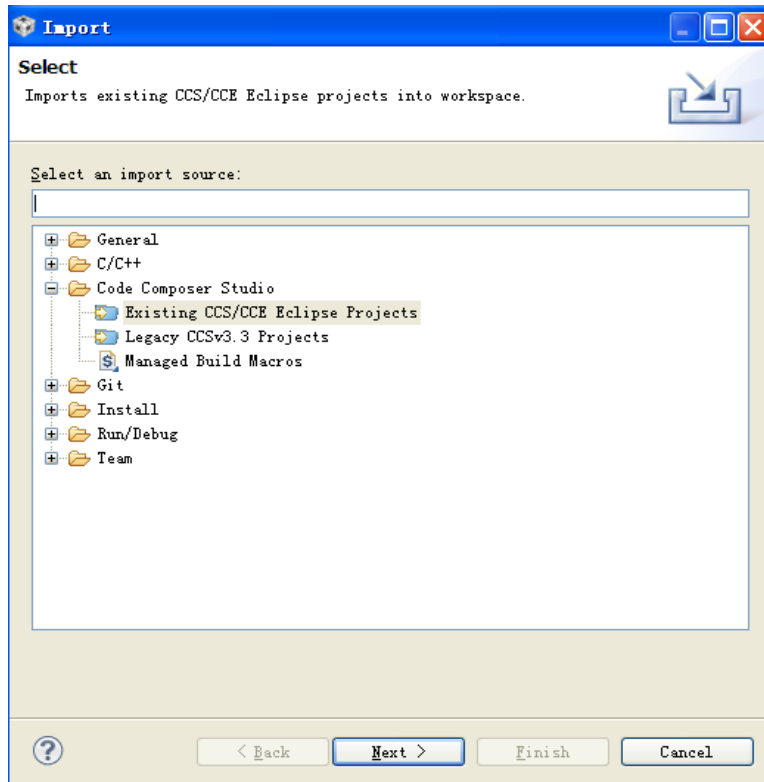

图 1.8 导入新的 CCSv5 工程文件
(1) 在此以实验一的工程为例进行讲解, 首先打开 CCSv5.1 并确定工作区间: F\MSP-EXP430F5529\Workspace, 选择 File-->Import 弹出图 1.8 对话框, 展开 Code Composer Studio 选择 Existing CCS/CCE Eclipse Projects。